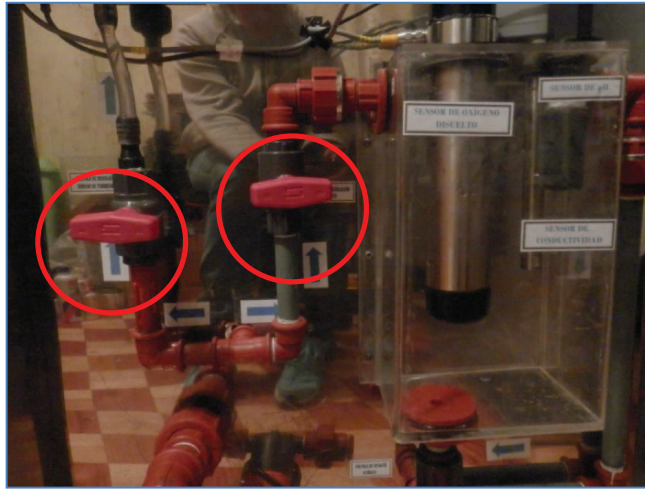

Figura 10. Válvulas de Regulación
8. Presionar ENCENDER BOMBA, se activa la bomba empezando con la succión del agua, entonces se debe abrir las válvulas de la Figura 10 a una posición media, las mismas que son:
5. Abrir las válvulas de Regulación de la Figura 10, y después de un tiempo retira las mangueras de la entrada de la bomba y del desagüe general y colocar las tapas respectivas.
7. Colocar en posición de cerrado las válvulas de regulación de la Figura 10 y la válvula de desagüe de la Figura 18. Entonces el módulo puede ser transportado.